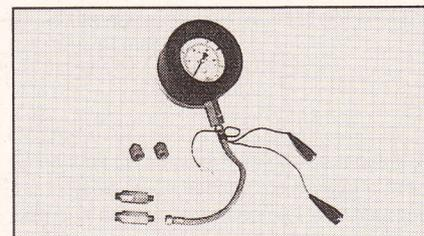

Fig. 4.116
V.A.G 1342 Monocontacto para verificación de la presión de aceite (Fig. 4.116).